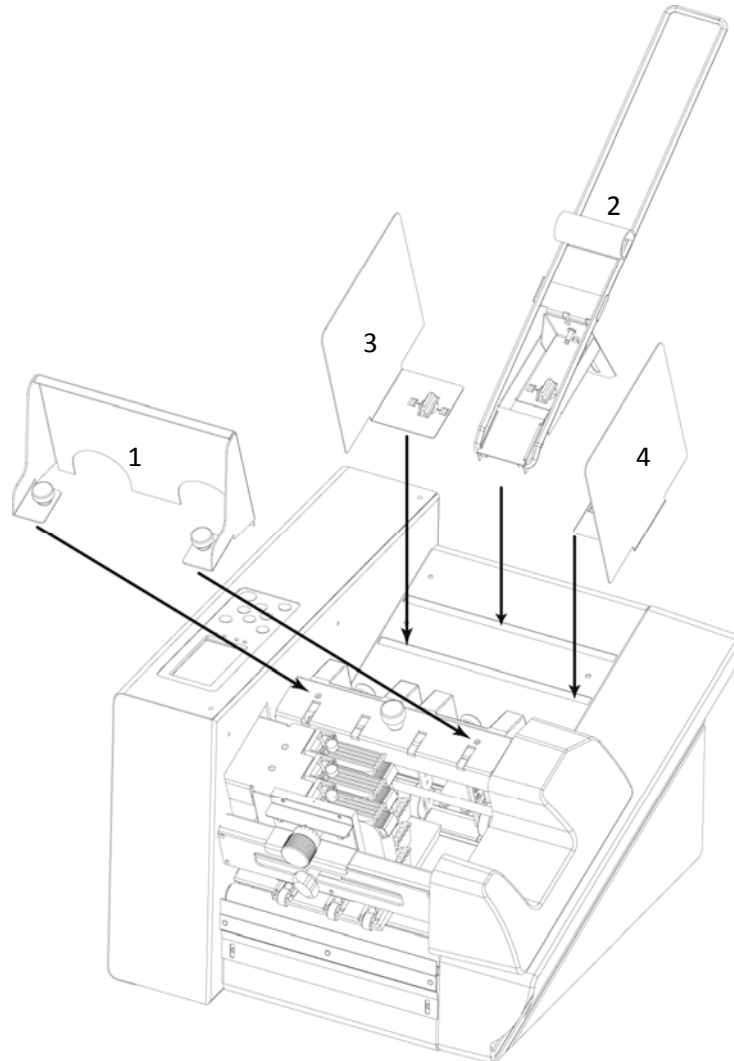

Abbildung 3: Montieren der Führungen
- Montieren Sie die Papierablageerweiterung (1) und die Papierzuführungsrampe (2) wie in Abbildung 3 veranschaulicht. Montieren Sie den schmalen Anlagewinkel (3) neben der Druckerseitenwand und entweder einen weiteren schmalen (4), mittleren oder großen Anlagewinkel auf der gegenüberliegenden Seite.